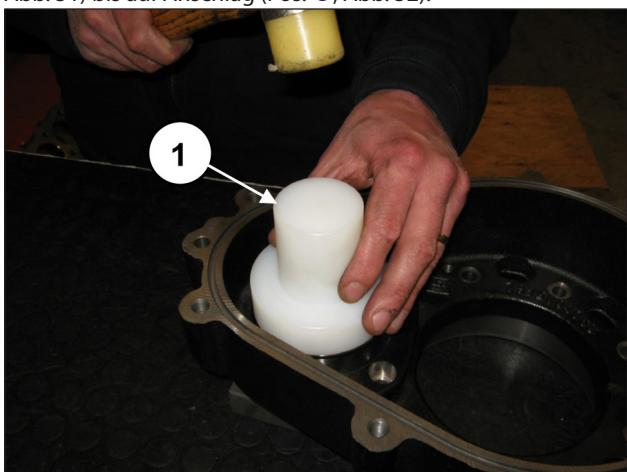
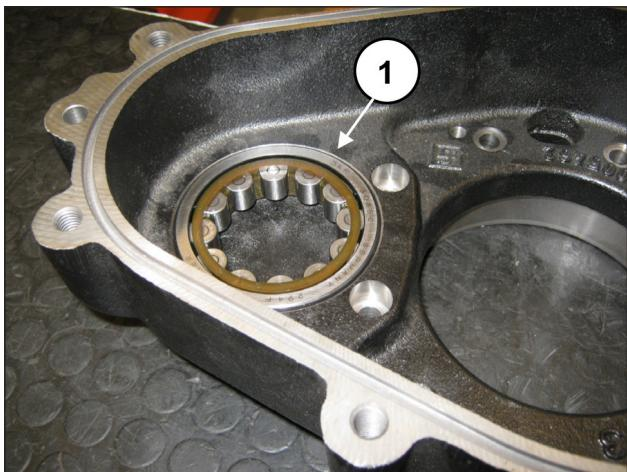

Abb. 51
Abb. 52
Montieren Sie vorläufig am Getriebegehäuse den Außenring des Ritzellagers mithilfe des Werkzeugs Art. 27604900 (Pos. ①, Abb. 51) bis auf Anschlag (Pos. ①, Abb. 52).